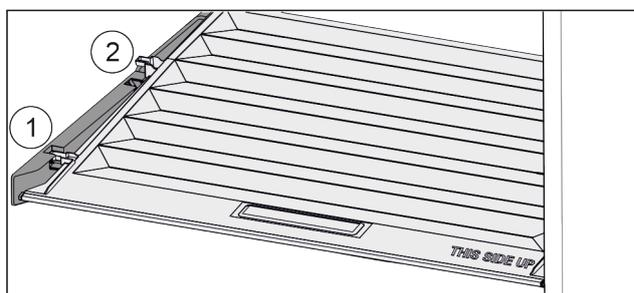

Fig. 113
- ▶ 将盖子向前拉 Fig. 113 (1)至定位件开口。
- ▶ 从下方抬起后端并向上将其移出 Fig. 113 (2)。